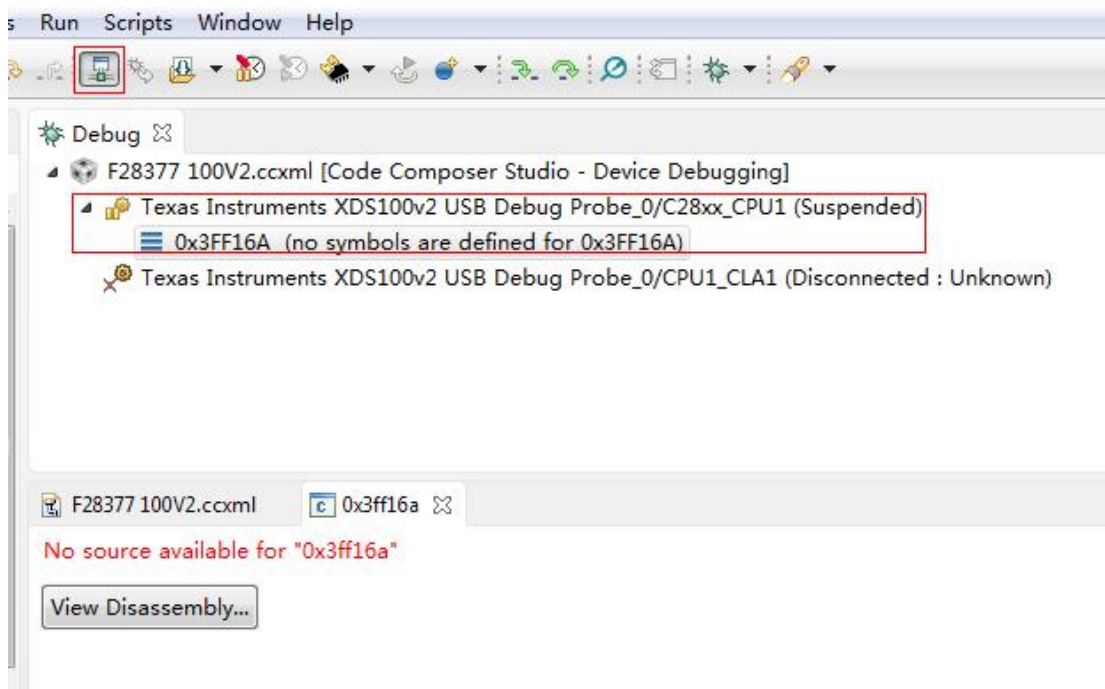

图 3-13-1 连接界面
(1) 首先将 CCS6.1 开发环境打开;
(2) 接着把仿真器的 USB 与电脑进行连接, 将仿真器的另一端 JATG 端插到 YX-F28377 开发板的 JATG 针处 (注意仿真器插入方向, 请仔细核对防差错针的位置);
(3) 连接目标板, 出现如下图 3-13-1 则表示连接成功;